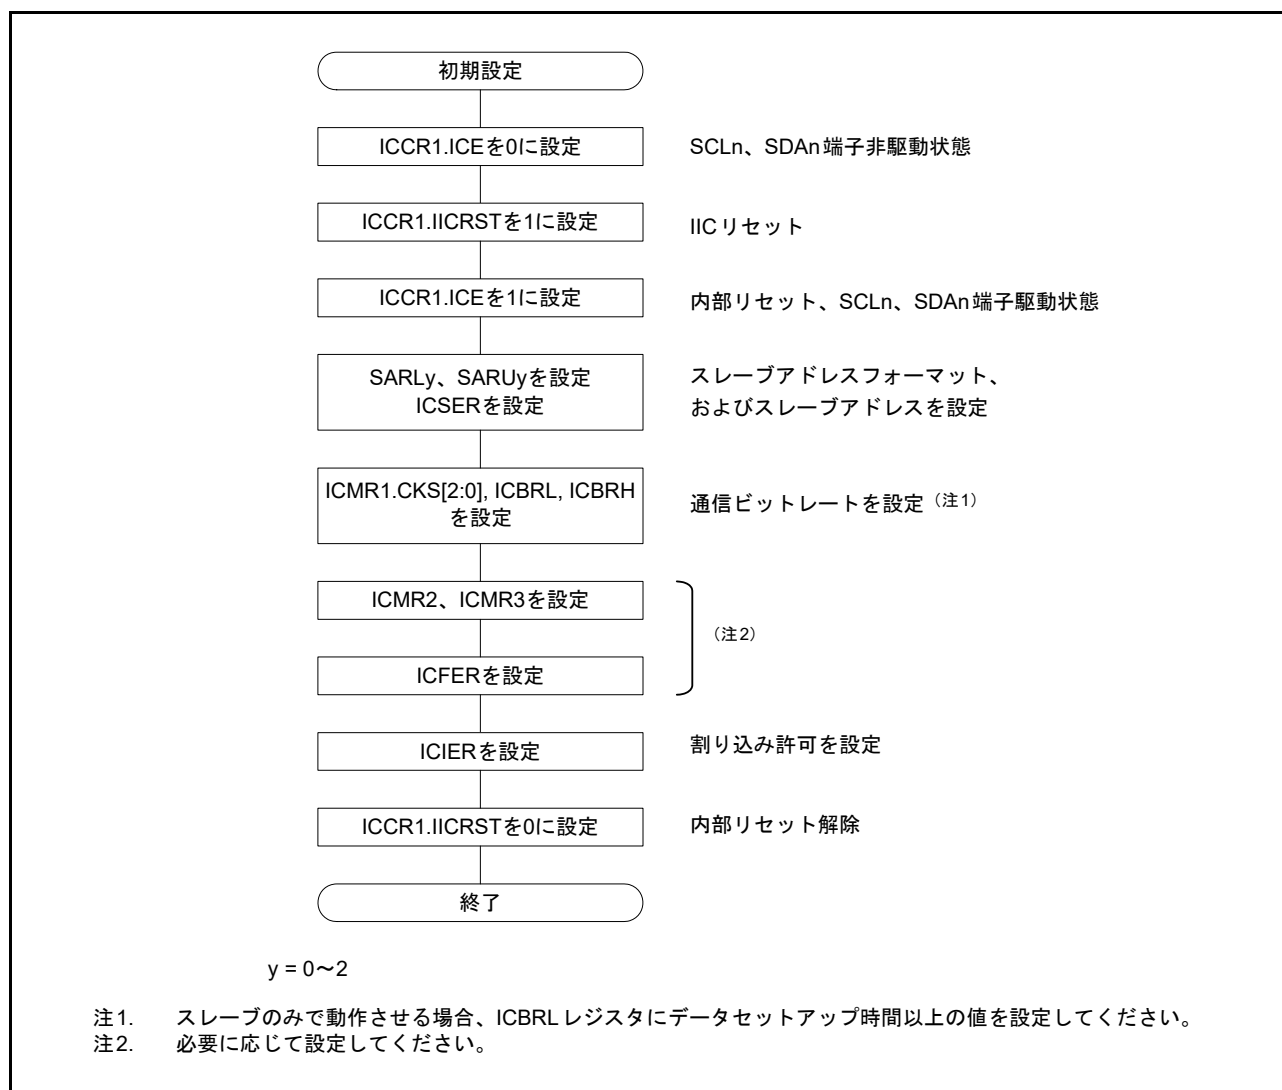

図 29.5 IIC の初期化フローチャート例
データの送受信を開始する前に、図 29.5 に示す手順に従って IIC を初期化してください。
4. SARLy、SARUy、ICSER、ICMR1、ICBRH、ICBRL の各レジスタ (y=0~2) を設定します。必要に応じて、それ以外のレジスタも設定します。IIC の初期設定については、図 29.5 を参照してください。